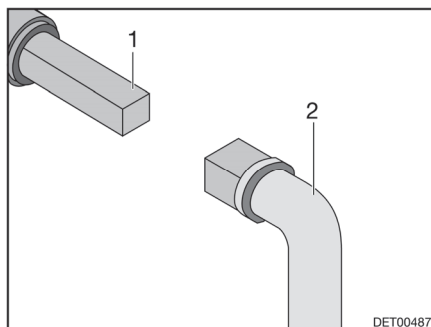

Fig. 196 Utilizzo del rubinetto di scolo delle acque grigie
- Inserire la chiave (Fig. 196,2) sul perno quadro (Fig. 196,1).